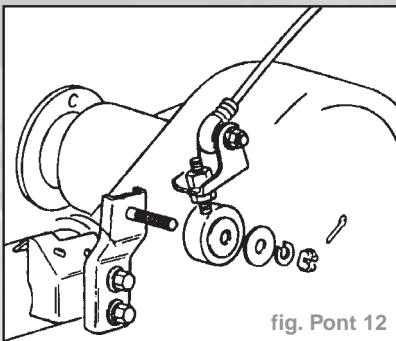

fig. Pont 12
- Déposer la tige d'accouplement du compensateur asservi de la fixation de l'essieu arrière (fig. Pont 12).
- Reposer la biellette du compensateur asservi au support sur l'essieu arrière (fig. Pont 12).
- Reposer la biellette du compensateur asservi au support sur l'essieu (fig. Pont 12).